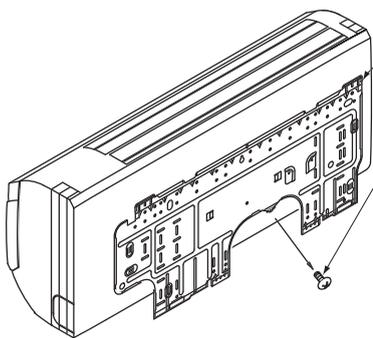
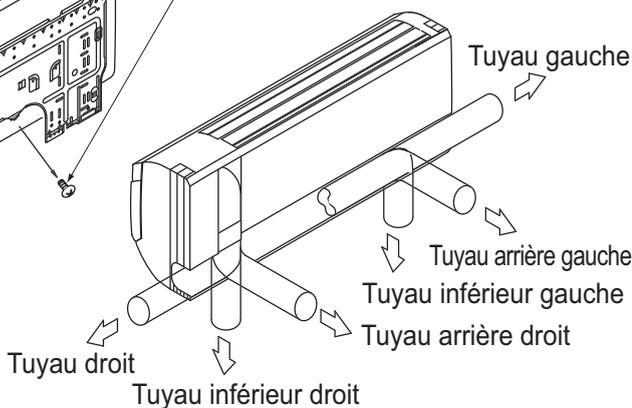

Fig. 3
Fig. 4
- (1) Retirez la plaque d'installation (1) de l'unité, puis fixez-la au mur.
**(La plaque d'installation est fixée temporairement à l'unité intérieure à l'aide d'une vis (uniquement pour la catégorie 100).) (Reportez-vous à la Fig. 3)**
- (a) Vérifiez l'emplacement du trou pour la fixation de la plaque d'installation (1).
- (b) Fixez temporairement la plaque d'installation (1) en position de fixation temporaire à l'aide du trou, et utilisez un niveau pour vous assurer que la plaque est à l'horizontale ou que son flexible d'évacuation est légèrement incliné vers le bas.
- (c) Fixez la plaque d'installation (1) au mur à l'aide des vis de fixation pour la plaque d'installation (2) ou de boulons.
- (2) Ouvrez le trou de passage pour la tuyauterie.
- Le passage des tuyaux de réfrigérant et d'évacuation peut être effectué de l'une des 6 manières suivantes: par la gauche, par la partie inférieure gauche, par l'arrière gauche, par la droite, par la partie inférieure droite ou par l'arrière droite. **(Reportez-vous à la Fig. 4)**
- En vous reportant au repère de poinçon sur la plaque d'installation (1), choisissez par où faire passer la tuyauterie et pratiquez un trou de passage ( $\phi 80$  mm) dans le mur.